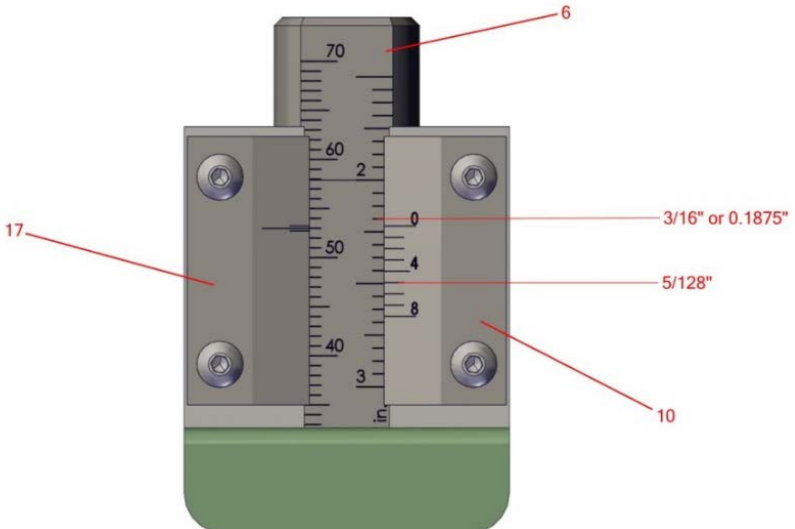
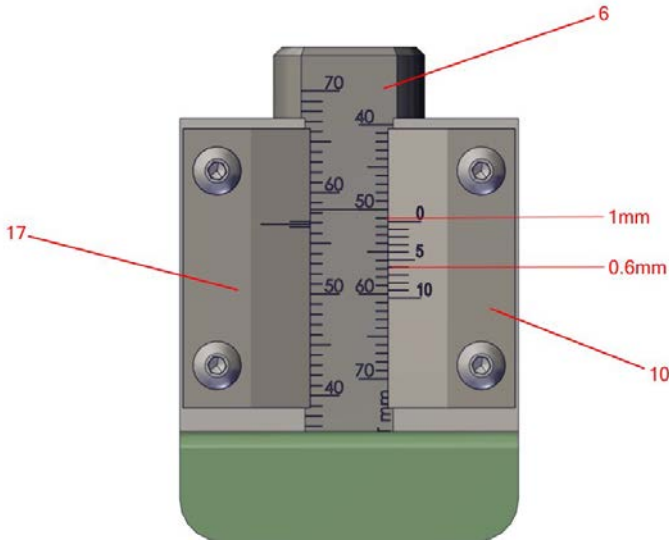

图2：AFS游标
图3: 公制游标
9. 三次夯实后，使用2"（AFS标准）或50 mm（公制标准）左侧游标（图2或图3第17项）确认夯实的试样是否在 $2" \pm 1/64"$ （AFS标准）或 $50 \text{ mm} \pm 0.5 \text{ mm}$ （公制标准）高度公差范围内。如果阀杆（图2或图3第6项）上的紧实率刻度大约58处在2"（AFS）或50 mm（公制）左侧游标刻度（图2或图3第17项）的上下两条线之间，则试样符合规格要求。
2. 确定AFS刻度的2"标记或公制刻度的50 mm标记与右侧试样高度游标（图2或图3第10项）的“0”标记之间的分度数。记录该数值，可以是负数。